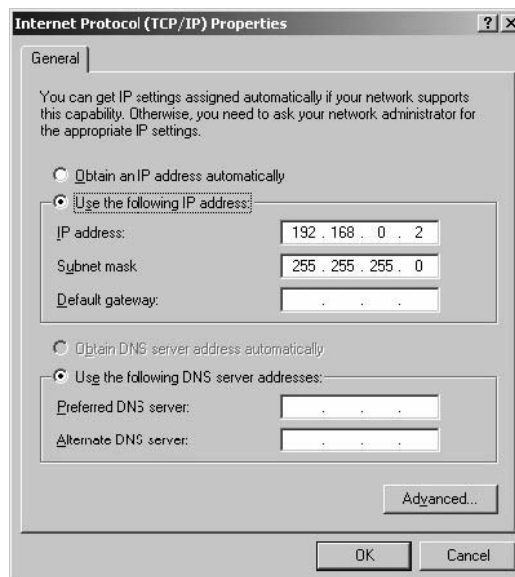

Figura 14: proprietà TCP/IP
4. Scegliere **Internet Protocol (TCP/IP)** [*Protocollo Internet (TCP/IP)*] e cliccare sul tasto **Properties** (*Proprietà*) per aprire la finestra delle proprietà TCP/IP (Figura 14).